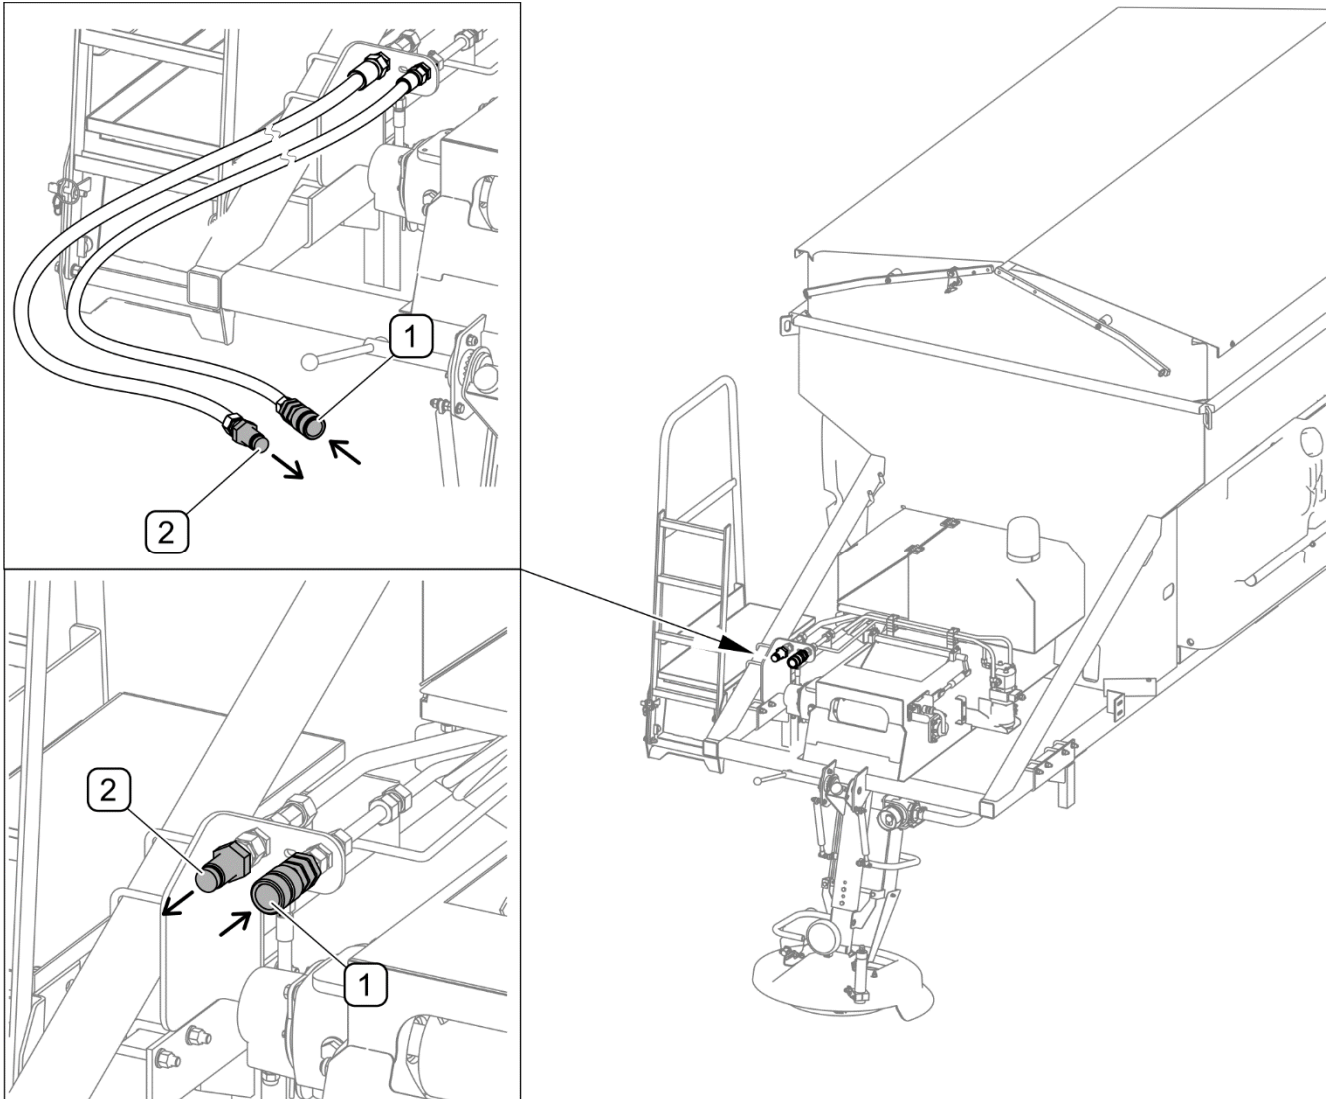

РИСУНОК 4.10 Подсоединение гидравлической системы
Линию подачи следует подсоединить к гидравлическому разъему (1), а штекер (2) подсоединить к линии возврата масла в систему транспортного средства (РИСУНОК 4.10).